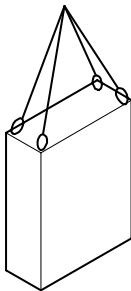

Abb. 16
1. Seile, Gurte oder Mehrpunktgehänge entsprechend Abb. 16 anschlagen.